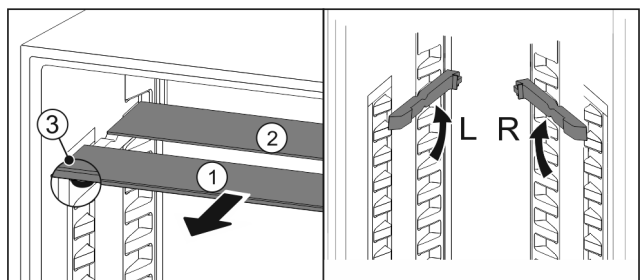

Fig. 85
- Trekk glassplatene enkeltvis fremover og ut Fig. 85 (1).
- ▷ Glassplate Fig. 85 (1) med pyntelist ligger foran.
- ▷ Stoppere Fig. 85 (3) peker nedover.